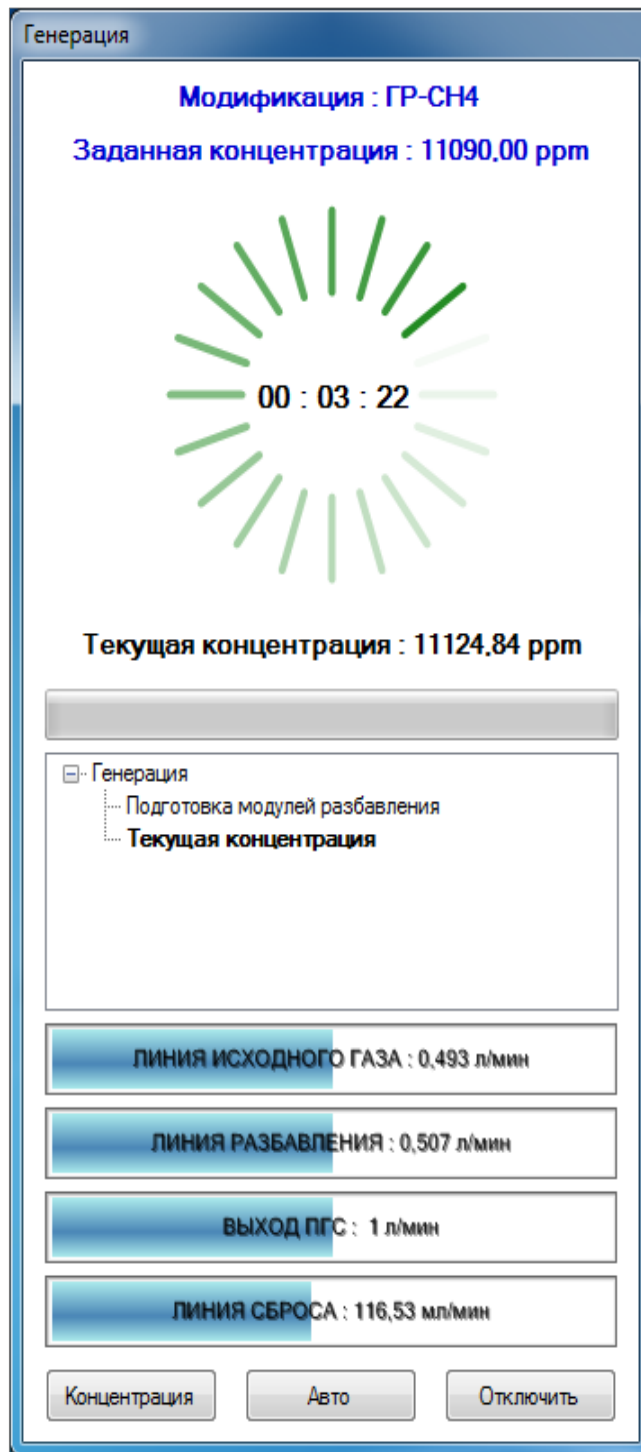

Рисунок 8 Окно режима разбавления
2.4.7.1 В этой версии программы окно режима разбавления предназначено для отображения текущего состояния, концентрации и непосредственного управления генератором-разбавителем (рис. 8).
Программа перейдет в режим управления автогенерацией. Далее откроется окно режима генерации (см. рис. 8), в котором список заданий прибора будет заполнен в соответствии с установленным алгоритмом автопереключения. Шаги автогенерации будут выполняться автоматически.
Остановка разбавления осуществляется нажатием кнопки «Отключить» в окне режима разбавления (см. рис. 8) — в появившемся диалоговом окне с вопросом «Остановить прибор?» (рис. 14) об отключении прибора нажмите кнопку «Да» для остановки генератора, либо нажмите кнопку «Нет» для отключения только программы.